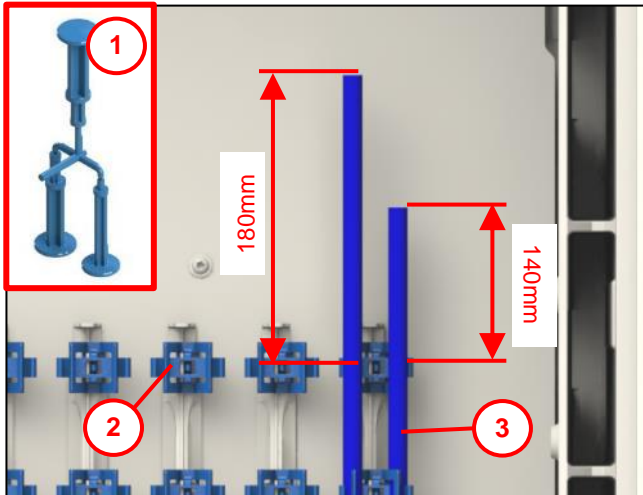

Abb. 16
**Beachten:** Aus Platzgründen müssen die Mikrorohre (3) ( $\varnothing 10 / \varnothing 12$ ) und Einzelzugabdichtungen (2) abgestuft werden, siehe Abb. 16.